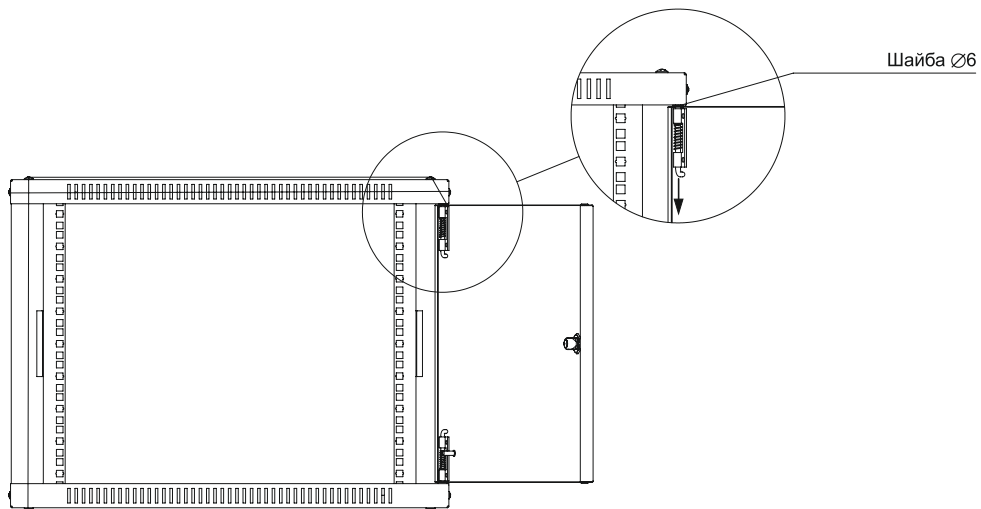

Рисунок 5
4.3.4.2 При установке металлической двери отведите вниз подвижную часть петли до совпадения осей петли с отверстиями в основаниях (Рисунок 5).